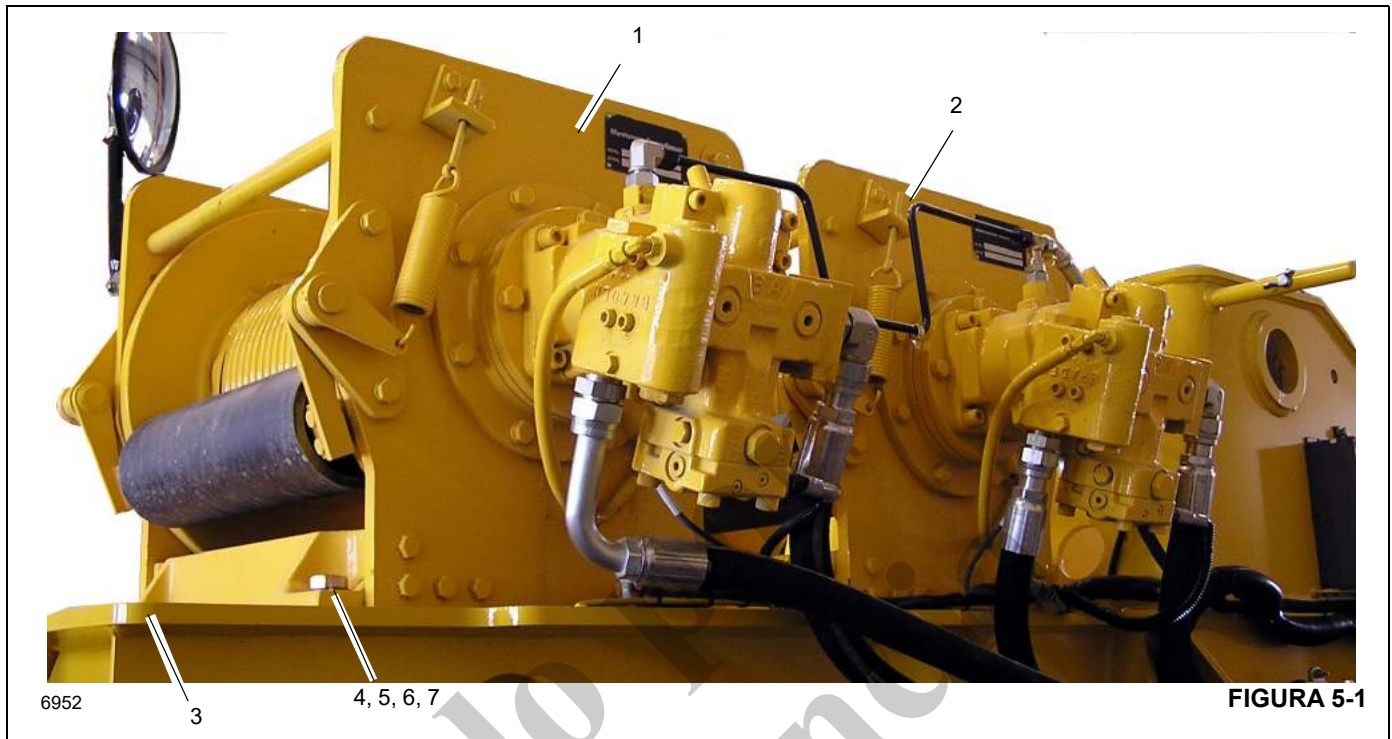

FIGURA 5-1
8. Instale suplementos para llenar las separaciones existentes. Se permite alterar el grosor de un suplemento para poder llenar una separación no uniforme. Instale los pernos, las arandelas y las tuercas (Figura 5-1), y apriete. Consulte la sección Sujetadores y valores de apriete (página 1-15).